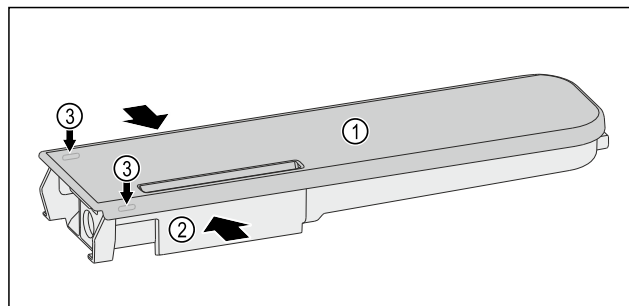

Fig. 130
- ▶ Ścisnąć zbiornik wody Fig. 130 (2), a pokrywę Fig. 130 (1) podnieść ostrożnie nad uchwyty zatrzaśkowe Fig. 130 (3) i pociągnąć w górę.
- ▶ Pokrywę przestawić delikatnie w przód i w tył Fig. 130 (1) i pociągnąć w górę.